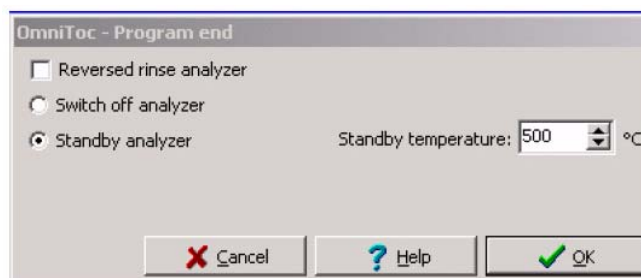

图33 OmniToc关闭和待机
2. 在**Exit program**（退出程序）窗口，选择**Switch off analyzer**（关闭测试仪）并点击**OK**（确定）。当OmniToc关闭之后，可以切断电源（图33）。
注意：如果测试仪上连有自动进样器，可以在**Exit>Program End**（退出>结束程序）窗口选择**Reversed rinse analyzer**（反冲洗测试仪）从而在测试仪关闭之前将其激活（图33）。于是冲洗液容器中的溶液（HCl）会自动冲洗自动进样器。